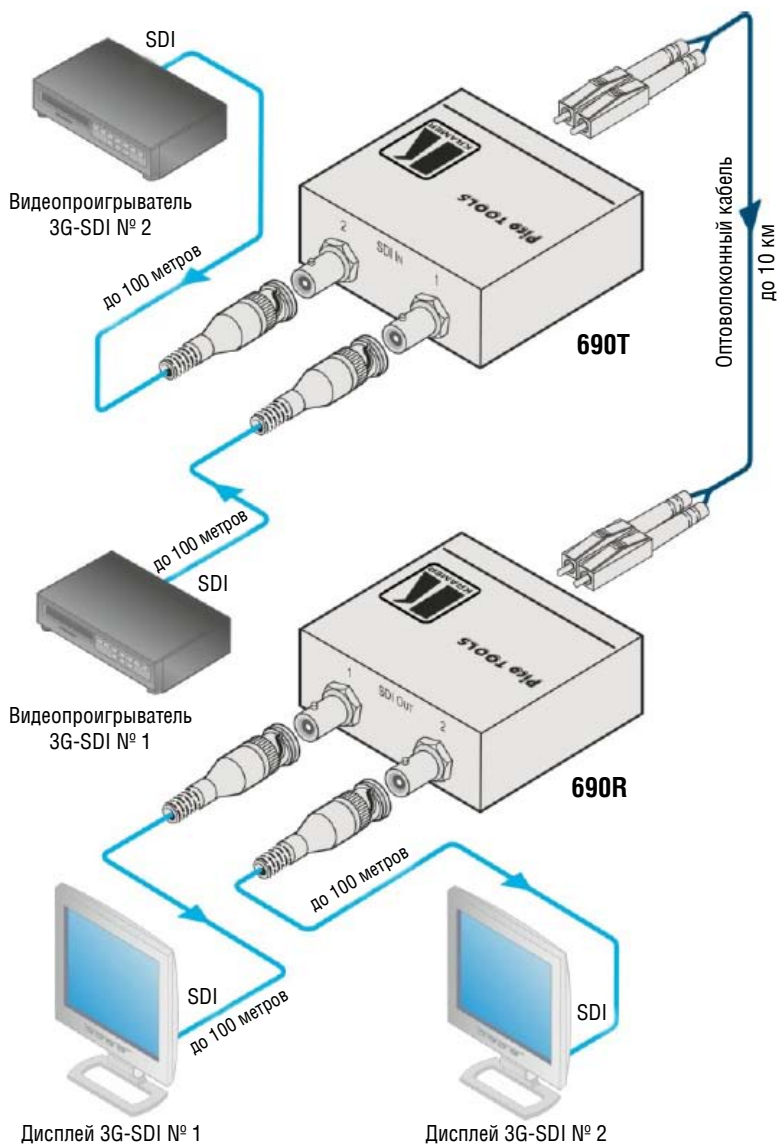

Рис. 3. Подсоединение 690T и/или 690R
Чтобы подсоединить **690T** и **690R** в соответствии с примером, приведенным на рис. 3:
4. Подсоедините сетевой адаптер к разъему 5V DC и к сети электропитания на обоих устройствах **690T** и **690R** (не показано на рис. 3).